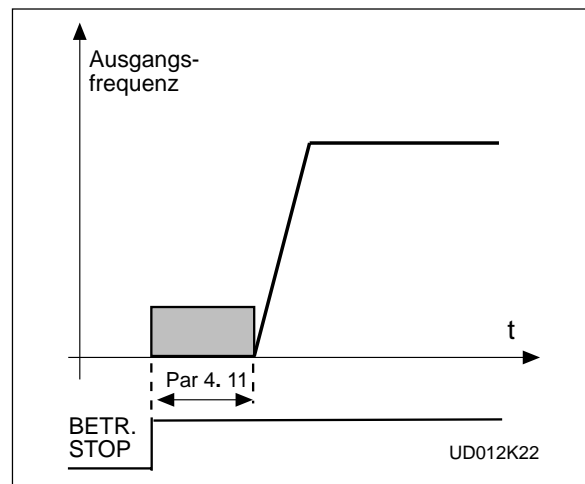

Bild 6.5-15 Gleichstrombremszeit bei Start.
- >0 Die Gleichstrombremsung wird aktiv nach Start-Befehl und Par. 4. 11 bestimmt die Zeit, nach der die Bremsung endet. Nach der Bremsung wird die Frequenz auf den eingestellten Sollwert erhöht gemäß der Start-Funktion, Par. 4. 6 und den gewählten Beschleunigungszeiten, (Par. 1. 3, 4. 1 oder 4. 2, 4. 3), siehe Bild 6.5-15.